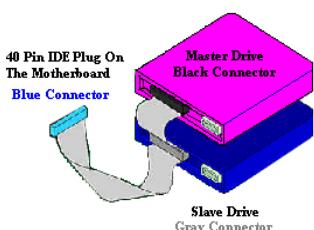

図 2-10. ATA/66 ケーブルの接続方法
- 黒いコネクタをマスターHDD のプラグに差し込みます。次にグレイのコネクタをスレーブドライブ (セカンドHDD、CD-ROM、テープドライブなど) のプラグに差し込みます。図 2-10 を参照してください。